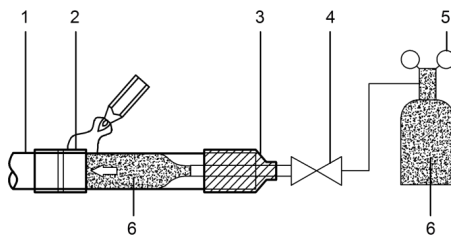

Figura 13
- Durante a soldagem, quando o tubo está cheio de nitrogênio, a pressão do nitrogênio deve ser reduzida para 0,02 MPa usando a válvula de liberação de pressão. Consulte a Figura 13.